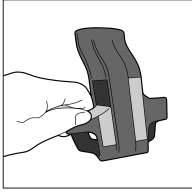

Abb. 13
2. Die selbstklebende Abdeckung von der Rückseite des angebrachten Dual Lock-Klettverschlusses entfernen (Abb. 13).